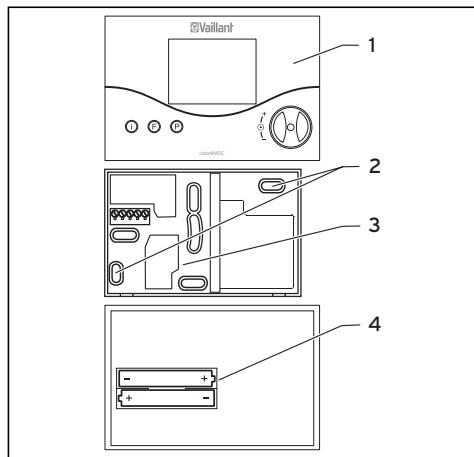

Abb. 9.1 Montage des Raumtemperaturreglers
- Bringen Sie zwei Befestigungsbohrungen (**2**) mit Durchmesser 6 mm (entsprechend Abb. 9.1) an und setzen Sie die mitgelieferten Dübel ein.
- Legen Sie die beiliegenden Batterien in das auf der Rückseite des Reglers befindliche Batteriefach (Abb. 9.1, Pos. **4**) ein. Achten Sie dabei auf die richtige Polung der Batterien.